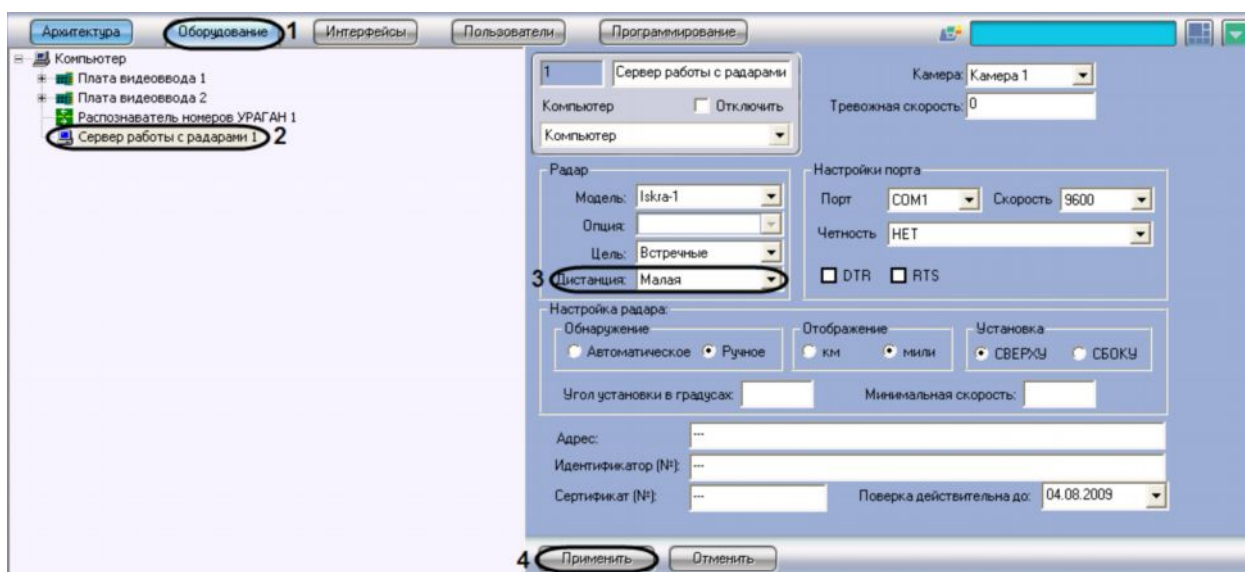

Рис. 7.4.8-1 Выбор дистанции для определения скорости движения транспортного средства
1. В диалоговом окне «Настройка системы» перейти на вкладку «Оборудование» (см. Рис. 7.4.8-1, 1).
2. В дереве объектов на вкладке «Оборудование» выбрать объект «Сервер работы с радарными», соответствующий настраиваемому программному модулю «Радар» (см. Рис. 7.4.8-1, 2). В правой части вкладки «Оборудование» отобразится панель настройки выбранного объекта.
3. В списке «Дистанция» выбрать расстояние от устройства «Радар» до места определения скорости движения транспортного средства, на котором требуется определять скорость движения (см. Рис. 7.4.8-1, 3).
4. Нажать кнопку «Применить» (см. Рис. 7.4.8-1, 4).